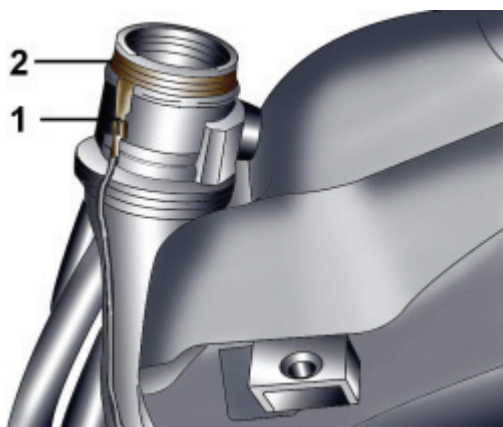

**Рис. 5.1–2. Соединение «массового» провода (1) с металлическим кольцом (2) на наполнительной трубе топливного бака**
**Рис. 5.1–1. Топливный расширительный бачок:** 1 – соединение с «массой»; 2 – топливная труба от топливного бака; 3 – топливная труба от топливного бака; 4 – топливная труба от топливного бака с белой маркировкой; 5 – топливная труба от гравитационного клапана; 6 – топливная труба от расширительного бачка к гравитационному клапану; 7 – гравитационный клапан; 8 – уплотнительное кольцо; 9 – топливный расширительный бачок; 10 – резиновая крышка горловины; 11 – крышка наливной горловины; 12 – прокладка; 13 – стопорное кольцо резиновой крышки горловины; 14 – болт, 10 Н·м; 15 – сливной шланг; 16 – соединительный патрубок; 17 – топливоналивная труба
При установке топливного расширительного бачка проверьте, чтобы наконечник провода соединения с «массой» 1 (рис. 5.1–2) был надежно подсоединен к металлическому кольцу на наполнительной трубе топливного бака.